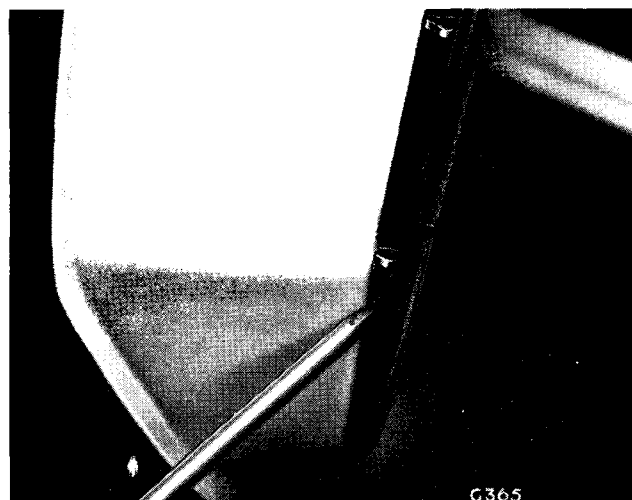

Fig. 21. Prising off door trim
3. Prise off the trim (Fig. 21).